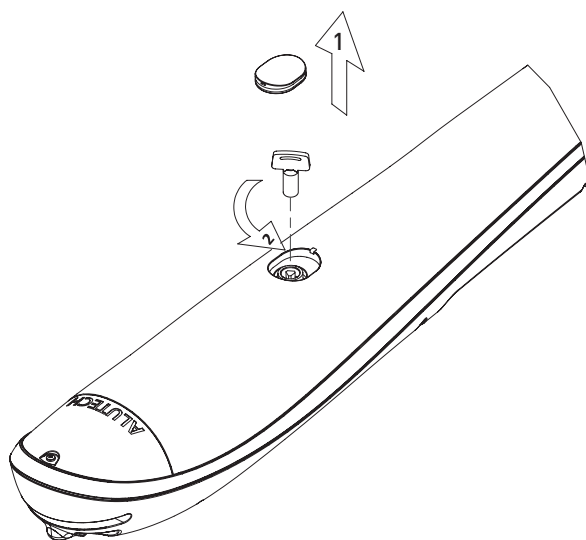

Рисунок 15. Ручная разблокировка
Разблокировка привода (рис. 15) выполняется специальным ключом из комплекта привода. Ключ поворачивается на ~180° в направлении маркировки **OPEN**. Чтобы вернуть привод в заблокированное состояние (зацепление) необходимо ключ повернуть в направлении знака **CLOSE**. После блокирования медленно, без рывков и ударов переместите створку рукой, пока не услышите характерный щелчок зацепления.
- Разблокируйте привод как показано на рис. 15.